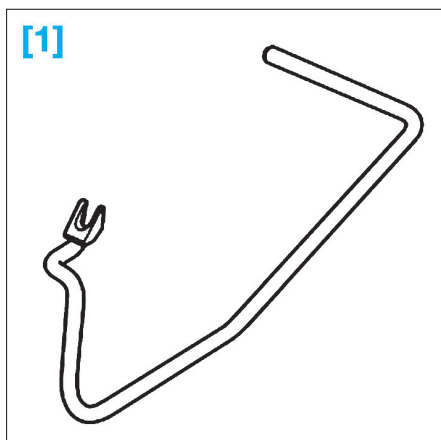

FIG. 15
- [1]. Outil de déverrouillage réf. VW T10159 (Fig.15).